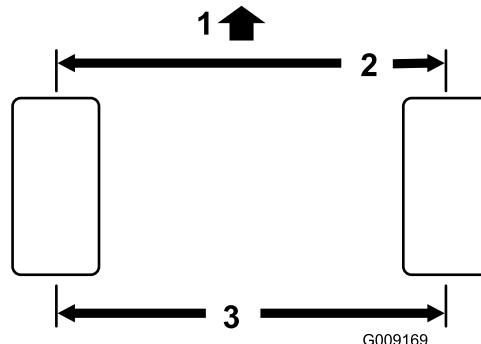

Bild 70
1. Messen Sie den Abstand vorne und hinten an den Lenkreifen Mitte-zu-Mitte (auf Achshöhe). Der Wert für vorne darf höchstens 3 mm kleiner sein als der Wert für hinten (Bild 70).